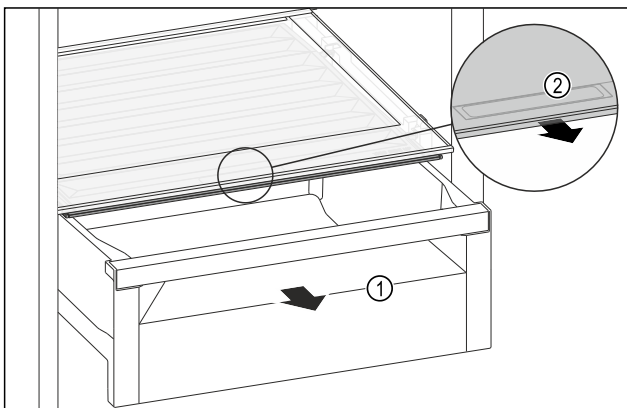

Fig. 177
- ▶ Schubfach Fig. 177 (1) herausziehen.
- ▶ Griffmulde Fig. 177 (2) am Fachdeckel anfassen und Fachdeckel gleichzeitig nach vorne ziehen.